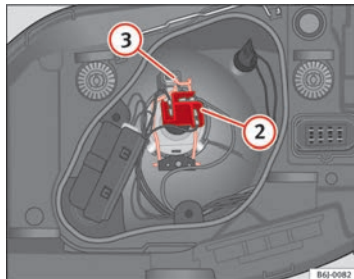

Abb. 145 Ablend-/
- Ziehen Sie den Stecker ⇒ Abb. 145 ② von der Lampe ab.
- Nehmen Sie die Haltefeder ⇒ Abb. 145 ③ durch Eindringen und Rechtsdrehung ab.